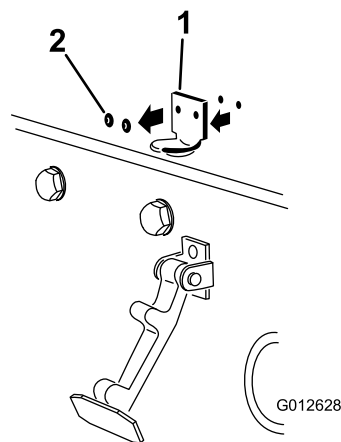

图7
2. 拆下将机罩门锁支架固定至机罩的 2 个铆钉（图7），然后从机罩上卸下机罩门锁支架。